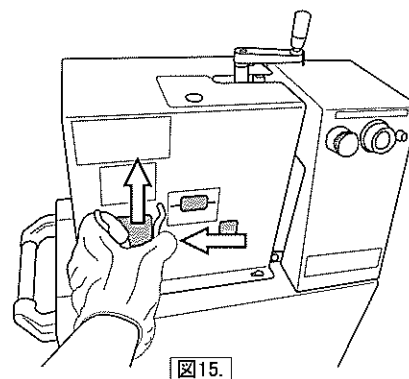

図15.
- ④ 上カバーLHを左にずらし上に持ち上げると外れます。(図15.)